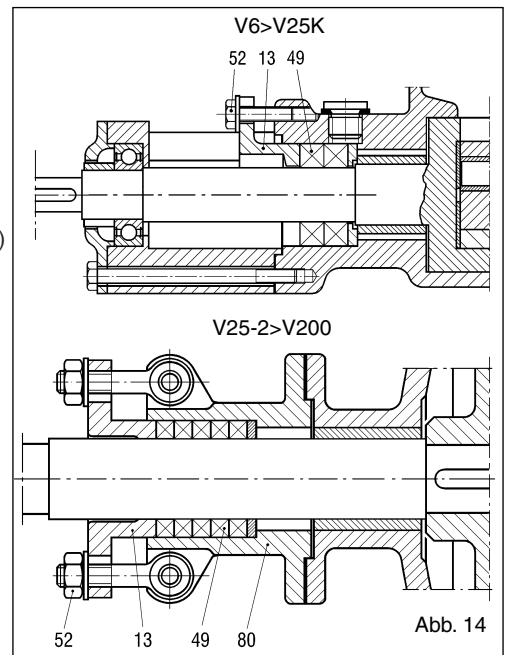

Abb. 14
11.7 Entfernung der Packungsdichtung Pumpen aus Guss von V25-2 bis V200 (Abb. 14)
- ❑ Die Muttern und die Schrauben (52) lösen und die Stopfbüchse (13) befreien.
- ❑ Die Packungsringe (49) unter Anwendung eines Abziehers für Packungen oder eines Schraubenziehers entfernen und ersetzen, nachdem der Sitz sorgfältig gereinigt worden ist. Die neue Packung montieren, die als vollständige Konfektion geliefert wird. Falls eine zu konfektionierende Packung verwendet wird, mit Bezug auf die Achse der Packung mit einem 45°-Schnitt auf das Außenmaß der Welle schneiden.